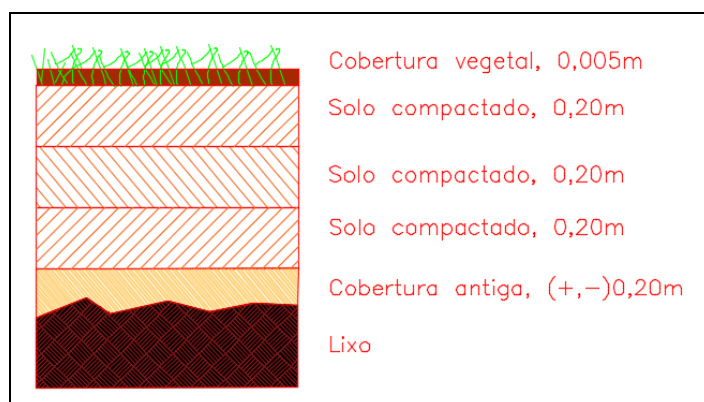

Figura-1: Cobertura final do aterro remediado
**5.1. Compactação da superfície do maciço:** A área onde a superfície estiver fora dos padrões da cobertura de aterro sanitário, deve ser compactada com rolo liso ou trator de esteira. Após a compactação, argila deverá ser espalhada com moto-niveladora, e em seguida, compactada com rolo compactador em camadas de 20 cm, até atingir a espessura final de 60 cm, totalizando 1.680,00m2. Os locais onde ocorrerem afundamentos devem ser escavados, adicionando-se nova camada de argila compactada. A figura 1 mostra o perfil da cobertura final requerida para o aterro remediado.